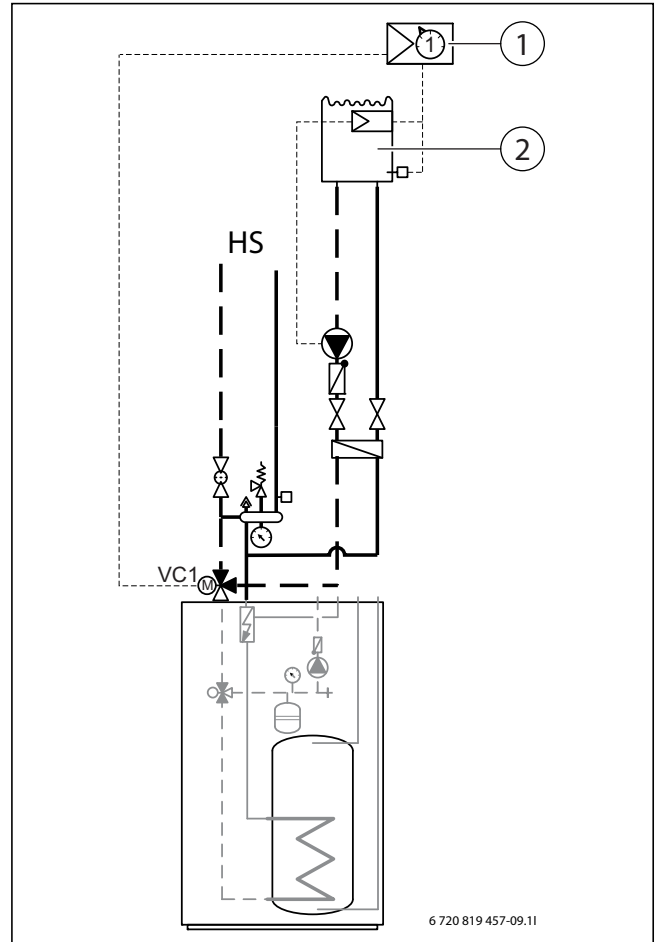

Bild 39 Poolinstallation exempelbild
- ▶ Placera poolshunten på returledningsröret till värmepumpsmodulen (→ [VC1] bild 39).